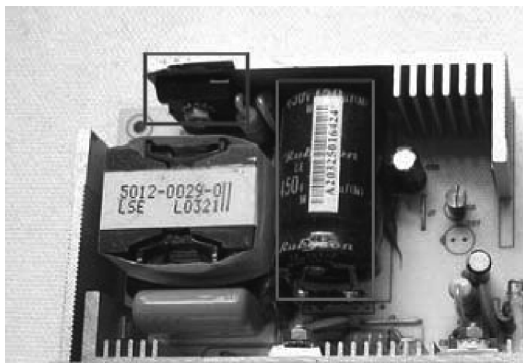

图 3-23 PFC 开关管和大滤波电容
① PFC 电路损坏时，无 PFC 电压（380V ~ 400V），主电源供电降低，带载能力变差，重点检查 PFC 开关管和大滤波电容（如图 3-23 所示）。
② 对于具有主、副电源的开关电源，表面为无光栅、无声音、无图像（无光、无声、无图）故障时，若指示灯亮，则大多是主电源故障，若指示灯不亮，则大多是副电源故障，要注意区分。
③ 当电源开关管损坏时，除检查开关管外，还要重点检查尖峰脉冲吸收电路和稳压电路是否有元器件开路。